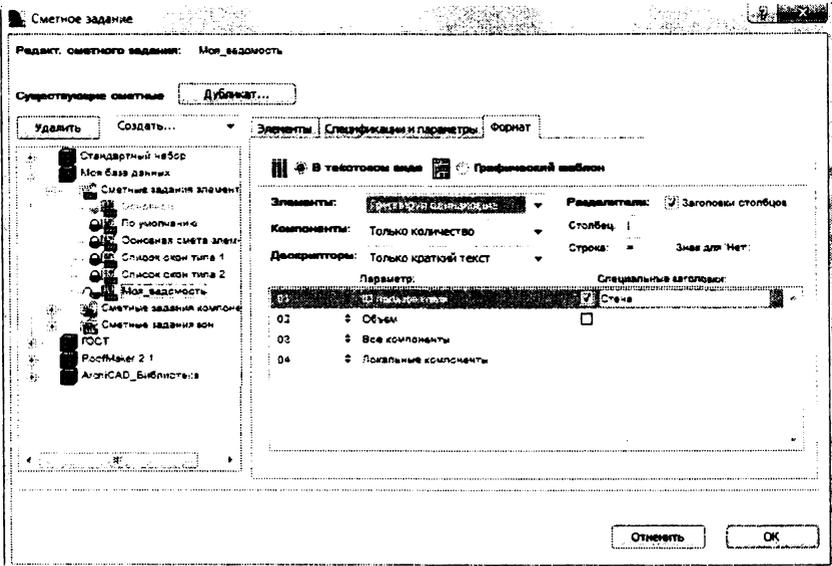

Рисунок 59
- установите остальные параметры текстового формата в соответствии с рис. 59, оговорив тем самым необходимость группировки и подведения итоговых результатов.